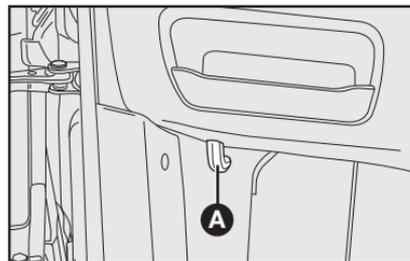

fig. 88
- 1) puxar a alavanca A-fig. 88.